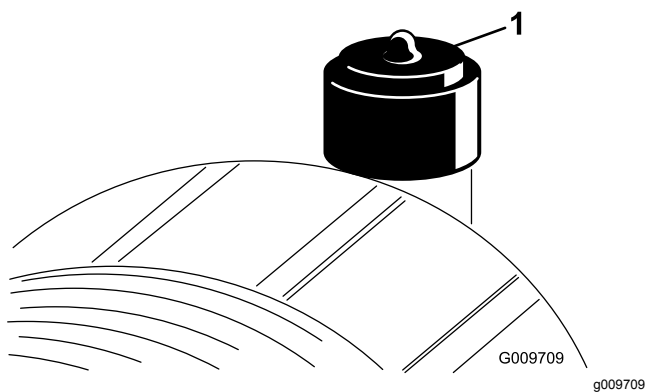

Figure 90
Faites l'entretien du filtre à air uniquement quand l'indicateur de colmatage (Figure 90) indique que cela est nécessaire. Ne remplacez pas le filtre à air plus fréquemment que nécessaire ; cela ne fait qu'accroître le risque de contamination du moteur par des impuretés quand le filtre est déposé.
2. Réarmez l'indicateur de colmatage (Figure 90) s'il est rouge.